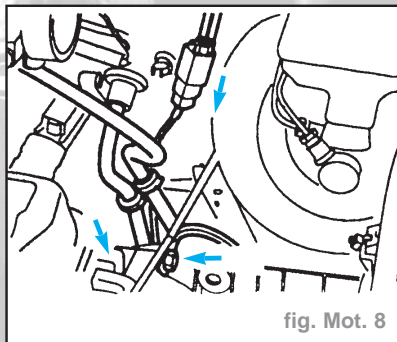

fig. Mot. 8
- Débrancher les tuyauteries de carburant (fig. Mot. 8).